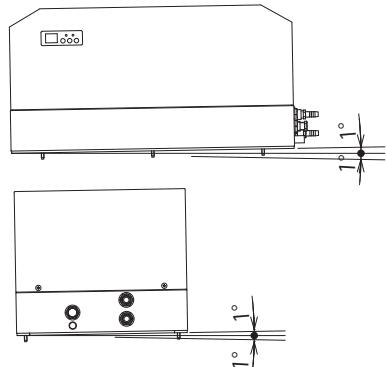

図2 取付角度
- 前後左右とも傾きがないよう(±2°以下)に、水準器などで確認してください。(図2)